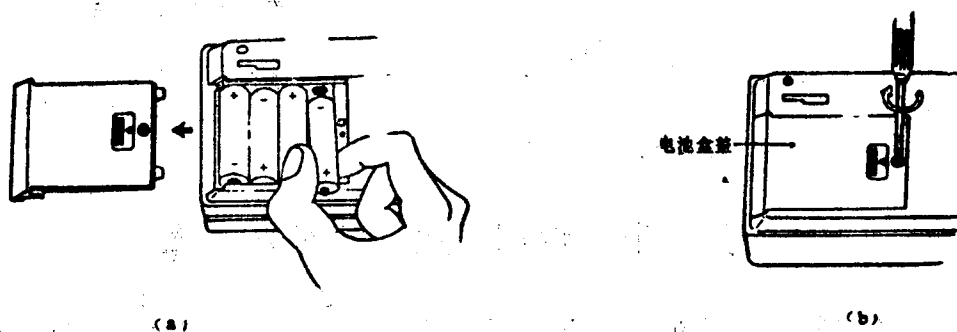

图4 (a, b) 安装电池
3. 若有旧电池在电池盒内，应先卸下，并检查接触铜片是否清洁？然后装上四节新的五号电池。安装时千万注意电池的正负极方向，不要装反，如图4·a所示；
4. 盖上电池盒盖，拧紧固定螺丝（图4·b）；